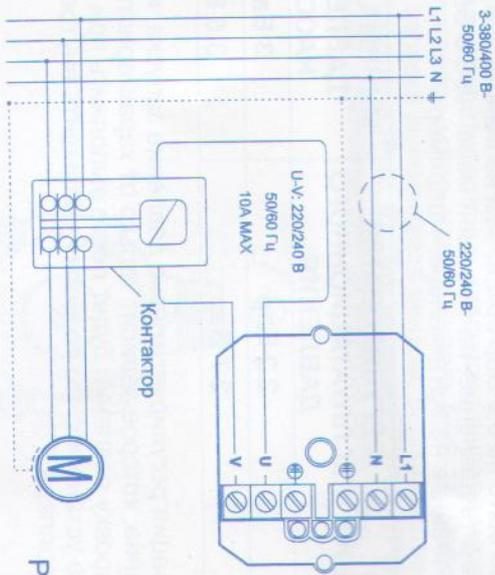

Рис. 9
Контроллер также может использоваться для трехфазных или однофазных насосов с силой тока больше 10А с помощью вспомогательного контакта. В этом случае, соединения необходимо выполнить в соответствии со схемой, которая показана на Рис. 9.
- г) Неправильное электрическое соединение на электронной плате (2), проверьте соединения в соответствии с Рис. 9.
- Горит светодиод (FAILURE) (СБОИ) и включилась система безопасности. При нажатии на ручной переключатель запуска (RESET) (ПОВТОРНЫЙ ЗАПУСК) загорается светодиод (ON) (ВКЛЮЧЕНО), но насос не работает. проконсультируйтесь с Вашим специалистом из сервисного обслуживания.